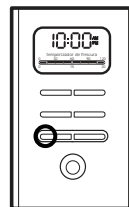

Figura 9
3. Para activar el ciclo de colado programado y programar su cafetera para colar café posteriormente, oprima una vez el botón “Colado Program.” Se encenderá el indicador luminoso de ciclo retardado “Colado Program.” La cafetera está ahora lista para colar café a la hora preestablecida (Figura 9).
Oprima el botón “Colado Program.” hasta que todas las luces se apaguen (Figura 9).